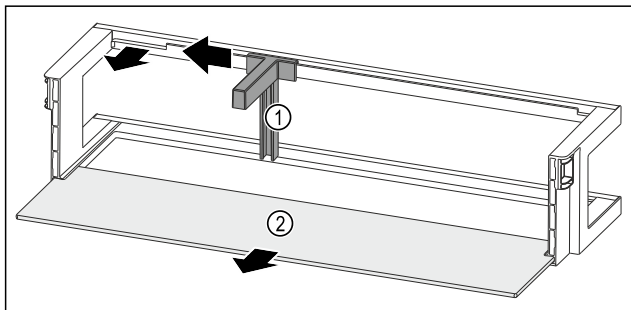

Fig. 122 Дверная полка с держателем для бутылок и съемной полкой
- ▶ Сместите держатель для бутылок Fig. 122 (1) до выемки в сторону.
- ▶ Извлеките держатель для бутылок Fig. 122 (1).
- ▶ Извлеките съемную полку Fig. 122 (2).